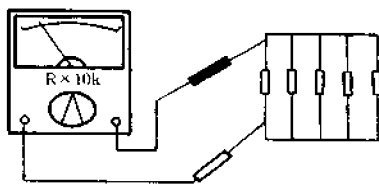

图4-4 多个同值电阻并联测量大值电阻
(1) 多个同值电阻并联测量法。如图4-4所示,将多个(如5个)同值电阻先并联在一起,然后使用R×10k挡进行测量,将所得值乘以5即为实测值。注意,应用此法时,要事先认定这些电阻应为等值,可用万用表分别测量每个电阻,看其指针偏转程度是否一样。